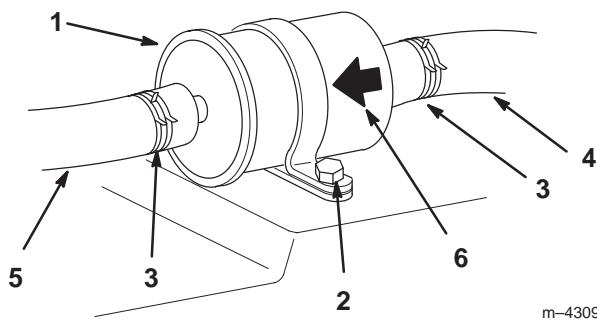

Figure 46
4. Enlevez le boulon de montage du filtre et déposez ce dernier (Fig. 46).
5. Pincez les extrémités des colliers et faites glisser ceux-ci pour les éloigner du filtre (Fig. 46).
8. Mettez le boulon de montage du filtre (Fig. 46).